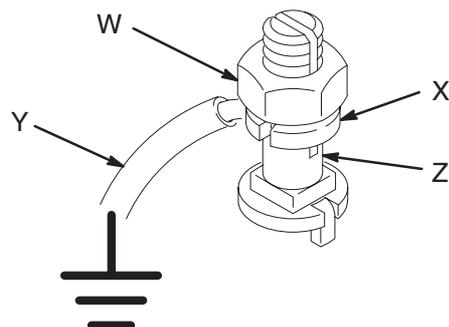

Fig. 2
*Toutes les autres pompes*: utiliser un fil et une pince de terre. Voir la Fig. 2. Desserrer l'écrou (W) de la borne de terre et la rondelle (X). Introduire l'extrémité d'un fil de terre (Y) de 1,5 mm2 minimum dans la fente de la borne (Z), puis serrer solidement l'écrou. Brancher l'autre extrémité du câble sur une véritable prise de terre. Pour commander le fil et la pince de terre, indiquer la 222011.